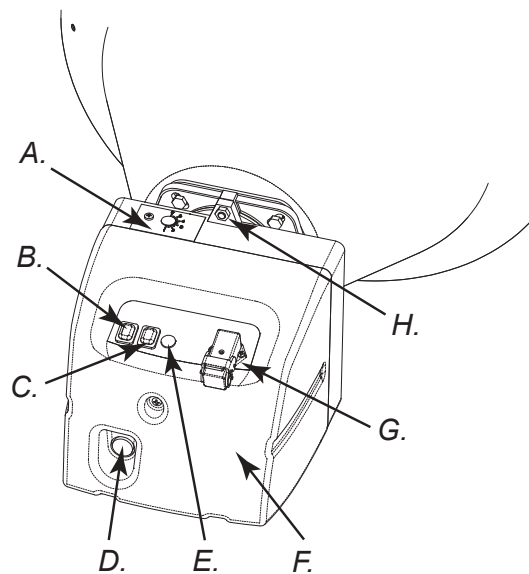
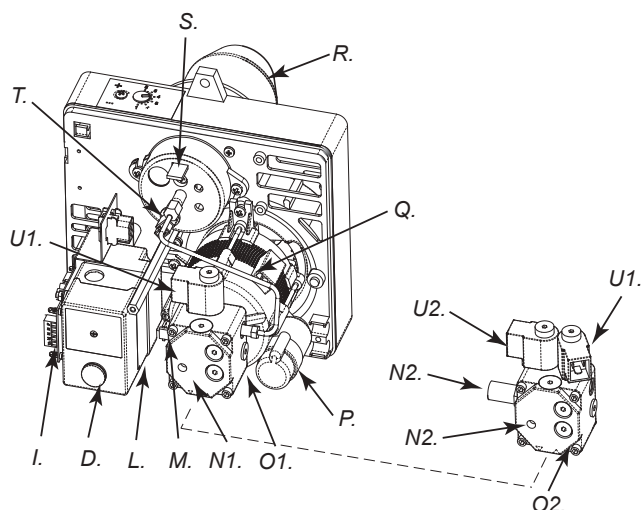

Rysunek 3
Rysunek 4
1. Upewnić się, czy w zbiorniku (N na Rys. 4) jest paliwo.
**OUWAGA:** Przed przystąpieniem do podnoszenia lub przemieszczania nagrzewnicy należy sprawdzić, czy zakrętki zbiornika paliwa (F i H na Rys. 3) są mocno dokręcone.
Promiennik można z łatwością przesuwac i ustawić w pozycji podniesionej dzięki mechanizmowi śrub oczkowych (B Rys. 3 lub Rys. 7). Dzięki temu jest możliwe dopasowanie najlepszej pozycji do ocieplania, odmrażania i osuszania.
Posiadana nagrzewnica może być wyposażona w obrotowe tylne kółko (G na Rys. 3). W takim przypadku, - jeśli pozwala na to materiał, którym wyłożona jest podłoga - nagrzewnicę można przemieścić, popychając ją podobnie jak wózek. Jeśli nagrzewnica nie jest wyposażona w obrotowe tylne kółko, należy odblokować zawias (P na Rys. 4), umieszczony na jednym z bocznych wsporników nagrzewnicy. Przesunąć uchwyty z położenia spoczynkowego (Rys. 8) w położenie transportowe (Rys. 9). Unieść nagrzewnicę, tak aby spoczywała jedynie na dwóch przednich kółkach i przemieścić ją w żądane miejsce.
- Wykręcić śrubę (H na Rys. 5) mocującą palnik (A na Rys. 3) w komorze spalania.
- Wyciągnąć palnik z komory spalania (Rys. 3).